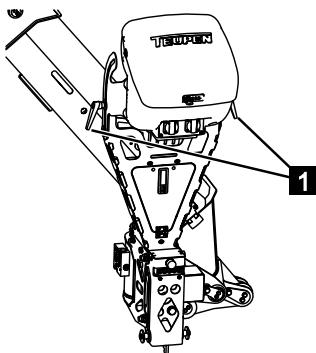

Abb. 224
2. Befestigungshebel lösen (Abb.224/1).